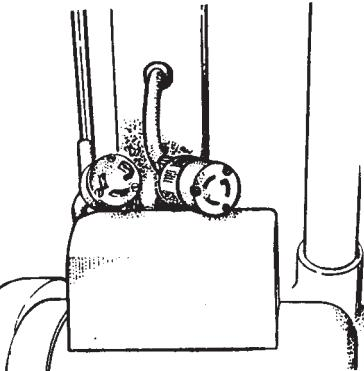

Figura 7
5. Conecte el cable flexible de la manija al cable del motor. Alinee la clavija de tierra, insértela y tuérvazala. Consulte la figura 7.